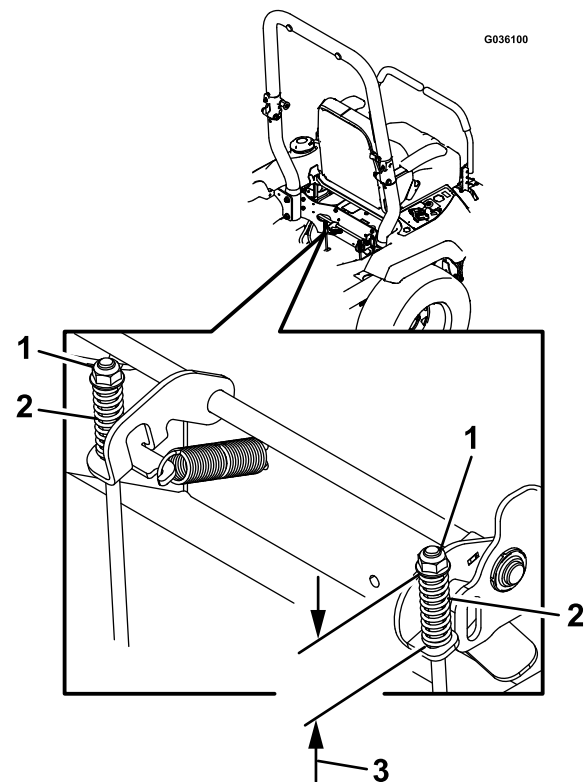

Figure 52
7. Contrôlez les deux longueurs de ressort comme montré à la Figure 52. Si un réglage est nécessaire, tournez l'écrou supérieur dans le sens horaire pour raccourcir le ressort, et dans le sens antihoraire pour l'allonger.